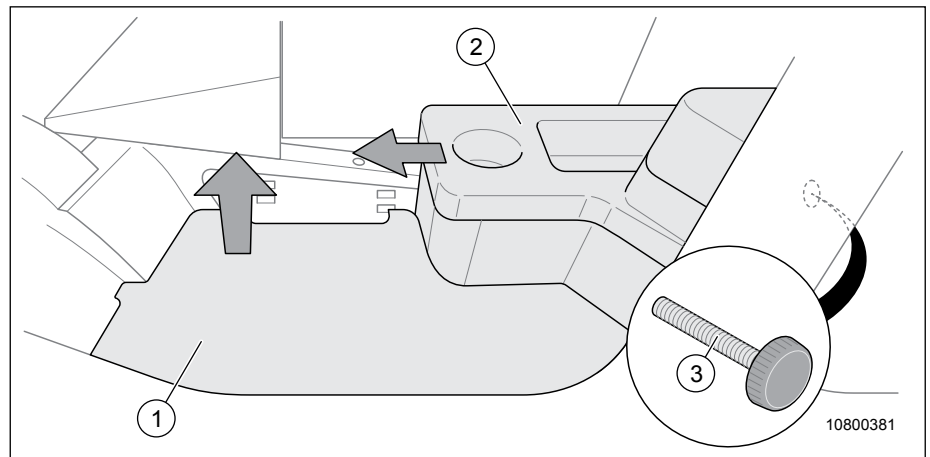

Fig. 174 Remplacer la batterie du véhicule
1. Retirer le marche-pied (Fig. 174, pos. 1) au niveau de la porte côté conducteur.
2. Dévisser la molette (Fig. 174, pos. 3) du panneau (Fig. 174, pos. 2).
La molette (Fig. 174, pos. 3) se trouve en haut à gauche du rangement dans la cloison intermédiaire du panneau.
3. Retirer le panneau (Fig. 174, pos. 2).